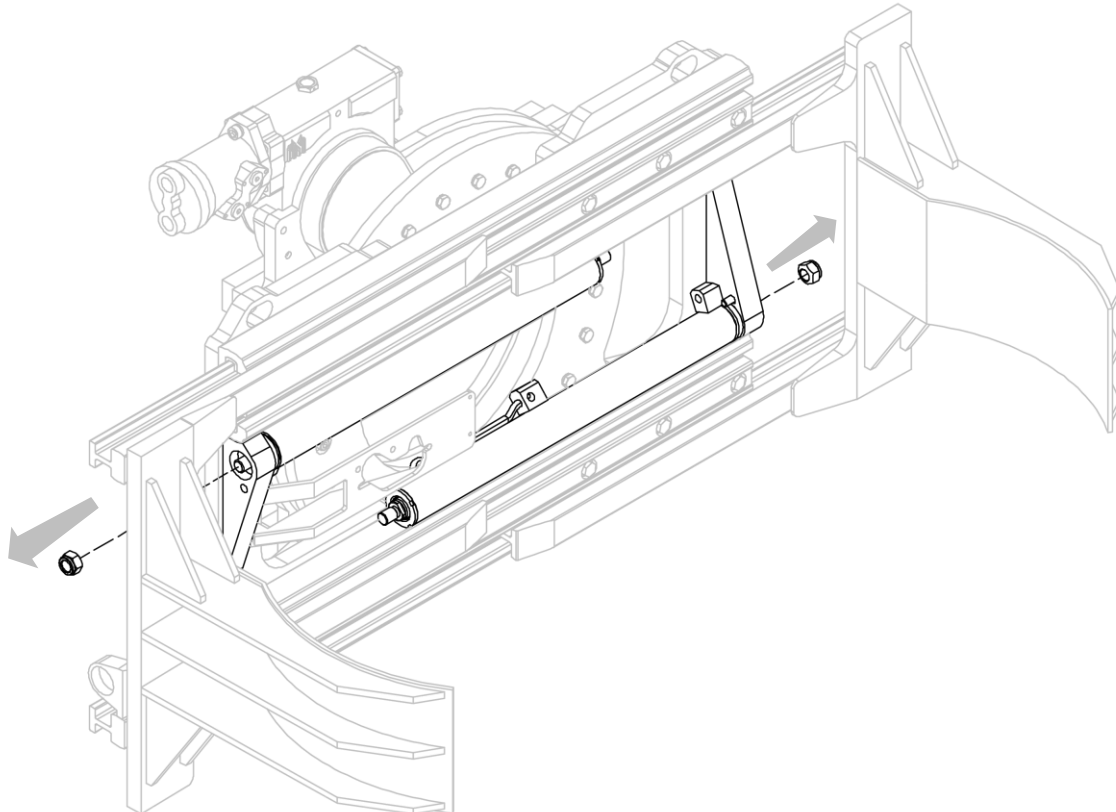

Abbildung 37
7. Entfernen Sie die Muttern, eine nach der anderen, mit denen die Zylinder am Geräterahmen befestigt sind, und ziehen dann die Zylinder vorsichtig, um sie nicht zu beschädigen, heraus (siehe *Abbildung 37*).